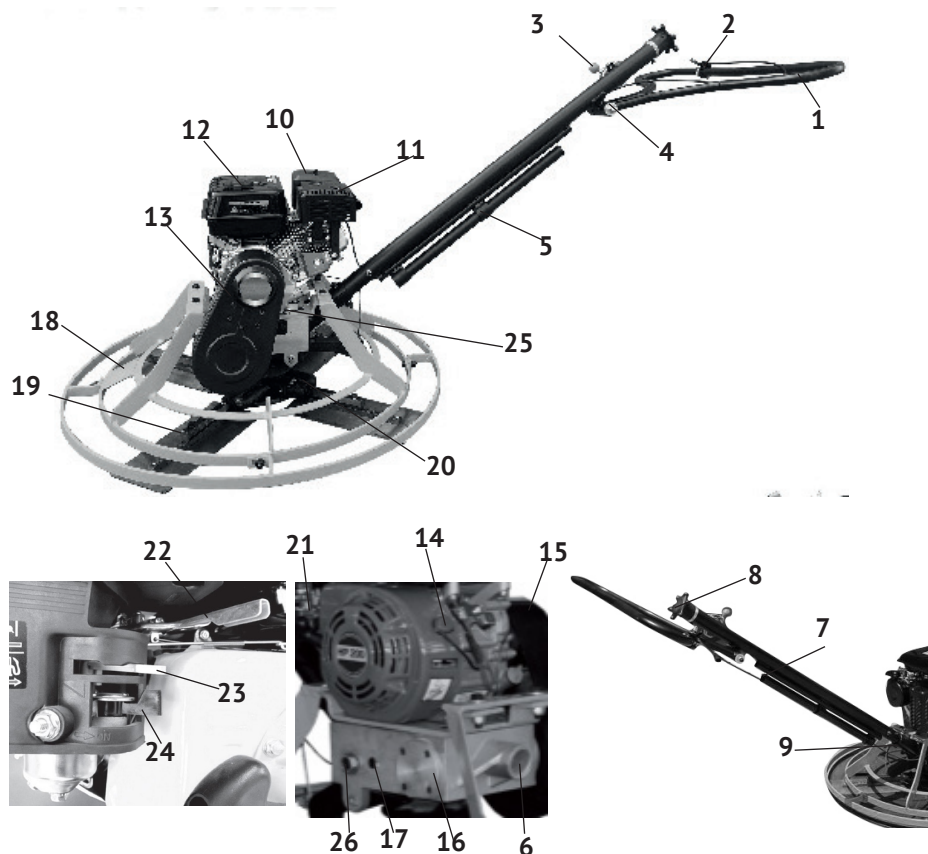

рис.1
4.1 Общий вид затирачной машины и органов управления двигателем представлен на рис. 1:
4.2 Основные узлы затирочной машины: двигатель, рукоятка управления, механизмом изменения угла наклона лопаток, усиленная кольцевая защита (рис.1 поз.18) закреплены на корпусе редуктора (рис.1 поз.16). Ремённая передача с муфтой сцепления закрыта металлическим кожухом (рис.1 поз.13). На выходном валу редуктора закреплена крестовина (рис.1 поз.20) с 4-мя лопастями (рис.1 поз.19).
Для удобства работы оператора, рычаг управления дроссельной заслонкой (рис.1 поз.2) выведен на рукоятку управления (рис.1 поз.1).
На рукоятке (рис.1 поз.1) смонтирован рычаг (рис.1 поз.3) экстренной остановки, отключающий двигатель при возникновении нештатных ситуаций.
- вставить нижнюю часть рукоятки управления (рис.1 поз.7) в патрубок осно-
вания (рис.1 поз.9);
- ослабив болт крепления (рис.1 поз.4), повернуть верхнюю часть рукоятки управления (рис.1 поз.1) в положение, удобное для работы (на уровне талии);
- затянуть болт крепления верхней рукоятки, проверить надёжность установки рычагов: дроссельной заслонки (рис.1 поз.2) и экстренной остановки (рис.1 поз.3).
- уровень масла в картере двигателя и в редукторе через окно контроля (рис.1 поз.26);
Проверить уровень масла в редукторе через окно контроля (рис.1 поз.26), при необходимости дополнить, открутив пробку (рис.1 поз.17).
Для того, чтобы сбавить избыточное давление в баке, откручивайте крышку бака (рис.1 поз.12) осторожно. Заливайте бензин в топливный бак не более чем на 1 см ниже уровня основания заливной горловины. Перед запуском двигателя тщательно протрите крышку бензобака, удалив возможные при заправке брызги топлива.
Для экстренной остановки двигателя необходимо перевести рычаг экстренной остановки (рис.1 поз.3) в положение «STOP».
7.1 Установите затирочную машину в начале обрабатываемого участка. Машину должны поднимать и перемещать два человека. Один поднимает за рукоятку управления (рис.1 поз.1), второй за транспортировочную рукоятку (рис.1 поз.5), сняв её с рукоятки управления (рис.1 поз.7) и вставив в отверстие (рис.1 поз.6) с противоположной стороны.